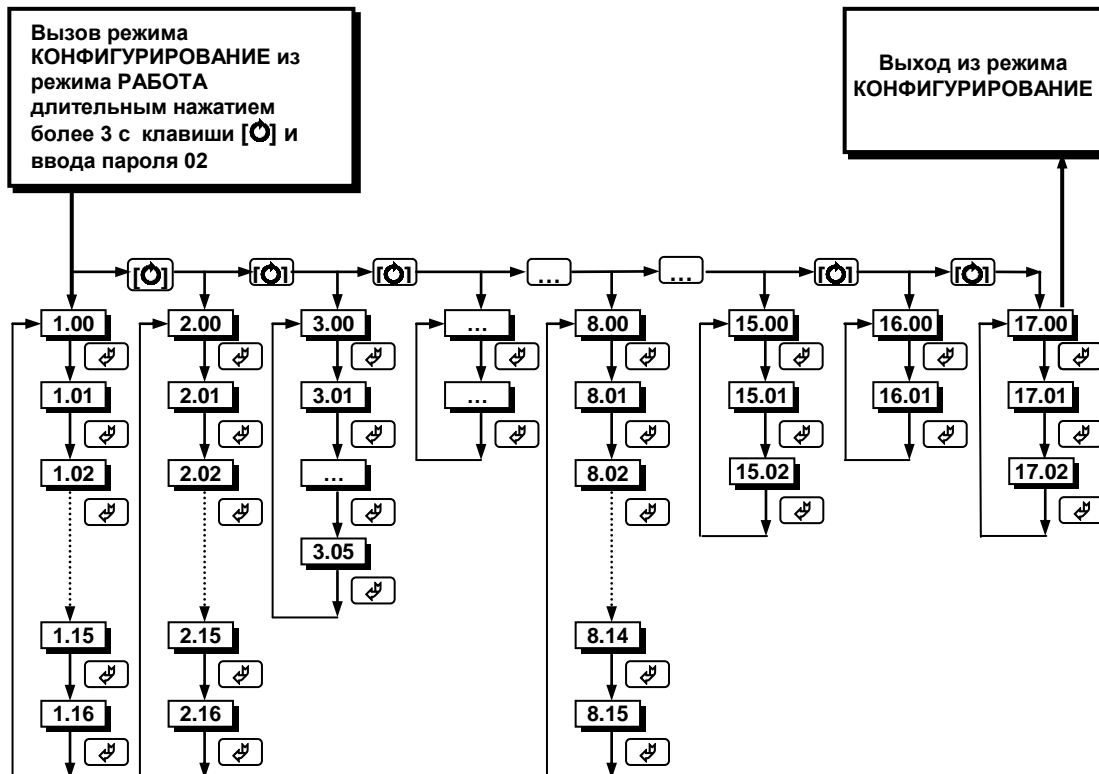

Рисунок 4.2 - Диаграмма уровней конфигурации и настроек
- Параметры разделены по группам, каждая из которых называется "уровень". Каждое заданное значение (элемент настройки) в этих уровнях называется "параметром". Параметры, используемые в индикаторе ИТМ-22У (ИТМ-20У), сгруппированы в семнадцать уровней и представлены на диаграмме (рисунок 4.2). Индикация значения параметров конфигурации и их номеров указаны на рисунке 4.3.